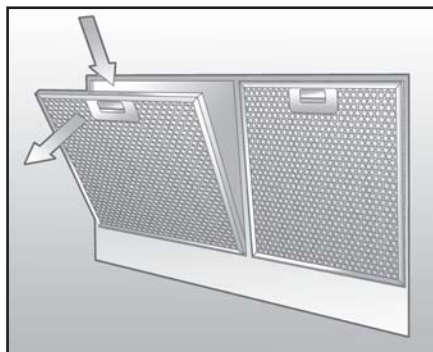

Fig.1
Já escolheu sua receita? Com sua nova coifa, é muito mais agradável cozinhar. Os painéis de controle de funções das coifas Falmec da linha Milano são do tipo pulsante (**fig.1**).
- Os filtros metálicos têm como função reter as partículas de gordura em suspensão e devem ser retirados e lavados pelo menos uma vez por semana. Para retirar o filtro metálico, pressione a trava e libere a tampa (**fig.1 na próxima página**).